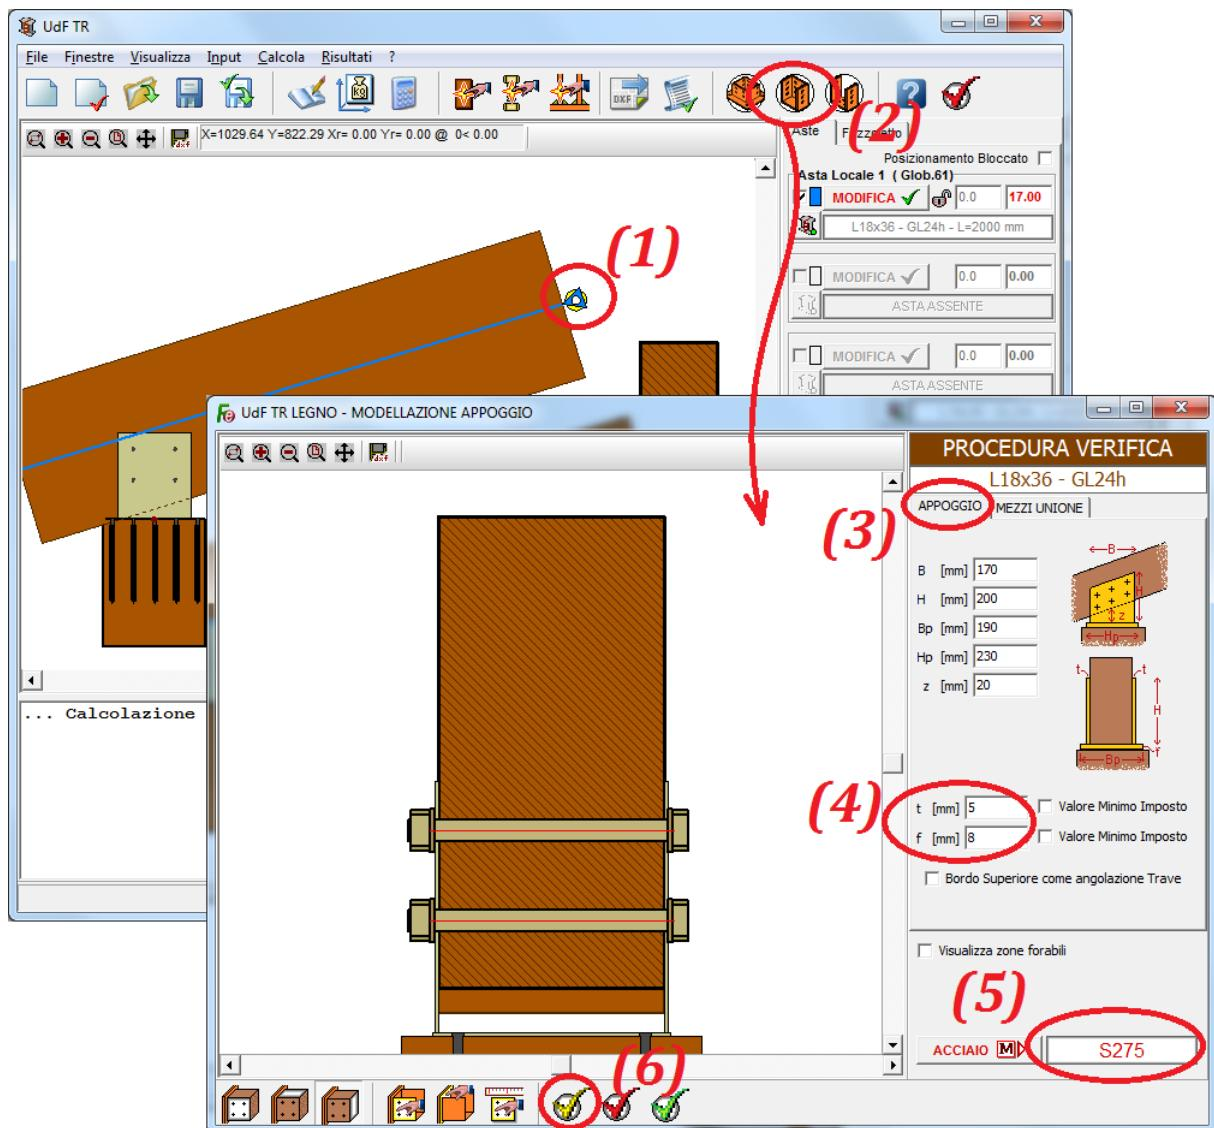

Figura 66
Con riferimento alla figura 66 verificare che l'asta inclinata abbia il proprio asse, di colore azzurro, provvisto di cerchietto giallo disposto alla sua estremità (1) a testimonianza del passaggio alla fase di verifica e cliccare (2) sul tasto “*Ambiente Modellazione Appoggio*” per visualizzare la finestra “*Modellazione Appoggio*” in cui sarà possibile personalizzare tutte le informazioni e i dati relativi alla connessione con la sola esclusione, per quanto si è avuto modo di vedere in precedenza, del numero, della disposizione e del tipo dei mezzi di unione relativi alla connessione tra le alette e l'asta in legno inclinata che rimarranno gestibili attraverso l'ambiente “*Input Asta*” dell'asta in oggetto.